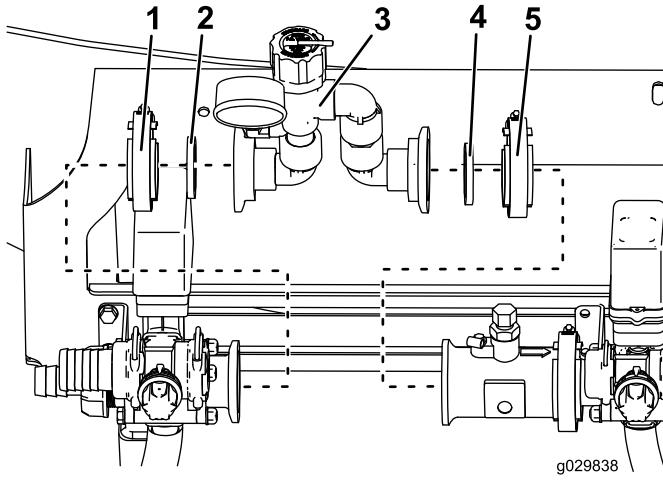

Figura 3
5. Installate la guarnizione esistente sul raccordo del gruppo di sfiato della pressione accoppiato alla valvola dell'agitatore (Figura 3).
6. Montate il morsetto senza fine esistente sul gruppo di sfiato della pressione (Figura 3).
9. Installate la nuova guarnizione sul raccordo aperto del gruppo di sfiato della pressione (Figura 3).
10. Installate il nuovo morsetto senza fine sul raccordo aperto del gruppo di sfiato della pressione (Figura 3).